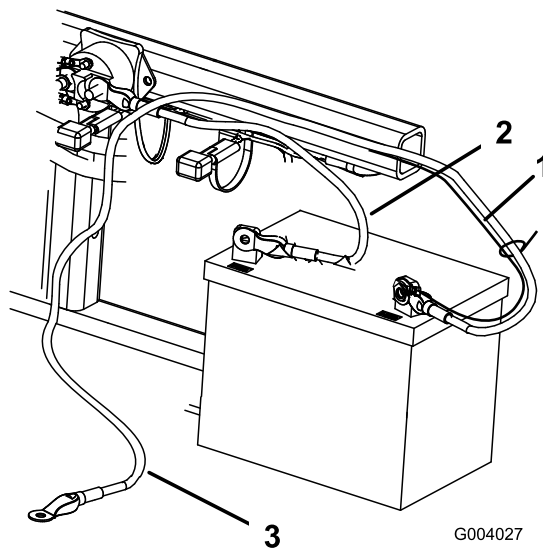

Bild 5
2. Befestigen Sie das Pluskabel (rot) mit einer 1/4- x 5/8 Zoll Schraube und einer Sicherungsmutter an der Plusklemme (+) (Bild 5).
3. Befestigen Sie den kleinen schwarzen Draht und das Minuskabel (schwarz) mit einer Schraube (1/4 x 5/8 Zoll) und einer Sicherungsmutter (1/4 Zoll) an der Minusklemme (-) der Batterie (Bild 5).